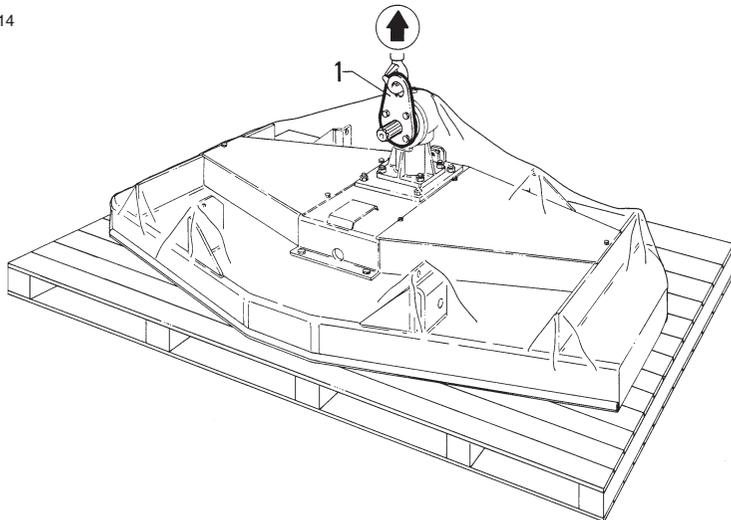

fig. 3.3.2
*There is a small eyelet in the upper part of the machine to facilitate its hoisting (bracket fig. 3.3.2).*
*Use the bracket "1" (fig. 3.3.2) to hoist together with hoisting means whose capacity is greater than the load to be hoist (see table 3.3.4).*
Per agevolare il sollevamento della macchina é stato previsto un occhio nella parte superiore (stiffa "1" fig. 3.3.2). Per sollevare la macchina agganciarsi sempre solo a questo occhio e non ad altre parti. Sollevando la macchina mediante la stiffa "1" (fig. 3.3.2) ricorrere a mezzi di sollevamento con portata superiore al carico da sollevare (vedi tabella 3.3.4). Prestare attenzione ad eventuali oscillazioni del carico che potrebbero causare infortunio all'operatore e danneggiare la macchina. Utilizzare per il sollevamento catene, funi e ganci di portata superiore al carico da sollevare.